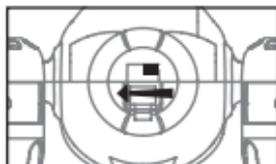

Bild 4
2. Schalten Sie die Drohne ein (Bild 4).